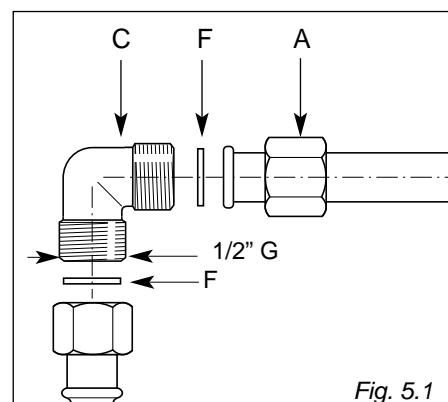

Fig. 5.1
A junção do fogão está constituído pelos seguintes elementos (fig. 5.1):
- ✓ *As juntas "F" (fig. 5.1) são os elementos que garantem a vedação da conexão do gás. Sugere-se a sua substituição quando os mesmos apresentassem também a mínima deformação.*